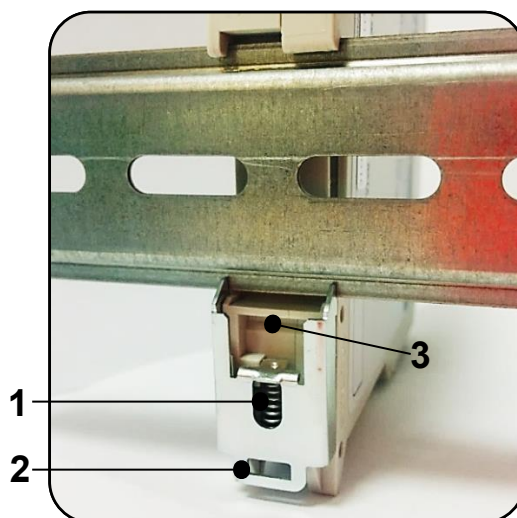

Рис. 6 – Демонтаж изделия
Демонтаж изделия осуществляется в обратном порядке. Чтобы демонтировать изделие, необходимо оттянуть вниз при помощи отвертки пружину (1) фиксатора (3) за квадратное отверстие в металлическом язычке (2) (Рис. 6).